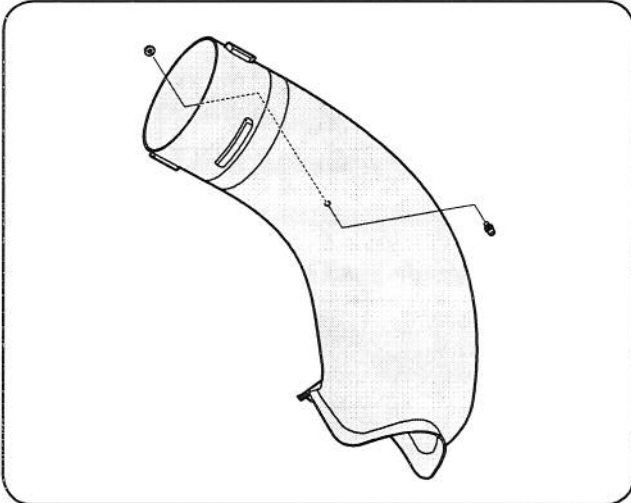

Figure 4-21
12. Installation d'un collecteur d'herbe-broches (911-04069) à partir de matériel pack 689-00092B dans le trou prévu dans la partie supérieure de la chute d'eau et la sécurité du coude avec une bride-écrou (712-3027). Voir Fig. 4-21.